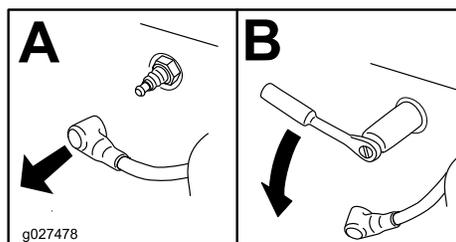

Figura 49
4. Localice y retire la(s) bujía(s), tal y como se muestra en la Figura 49.